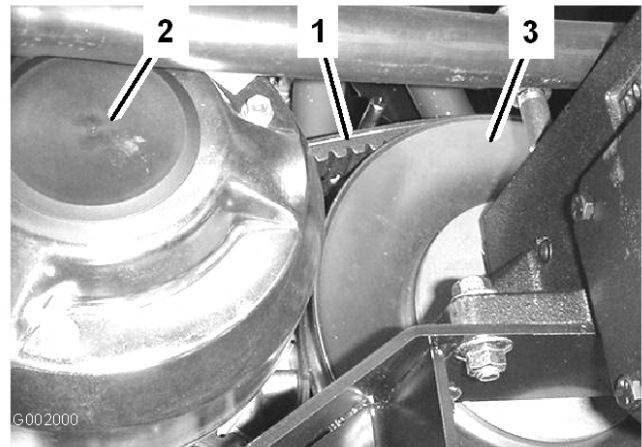

Bild 60
1. Drehen Sie den Riemen und verlegen ihn über die sekundäre Kupplung (Bild 60).